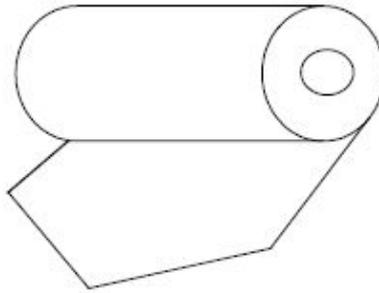

Figura 7.5.2
- 2) Recorte la parte delantera del papel en una forma de V, como se muestra como la Figura 7.5.2.